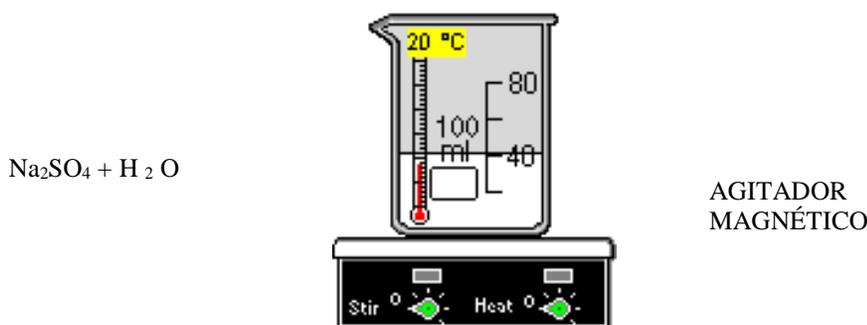

Fig. 6.2. Disoluciones Empíricas.
**IV.- Disolución sobresaturada.** Agregue la misma cantidad del  $\text{Na}_2\text{SO}_4$  del inciso anterior más un exceso de la misma sal y continúe calentando a 33°C (fig. 6.2) si observa nuevamente disolución completa, agite y agregué más exceso de la sal. Detenga la adición cuando ya no se disuelva.